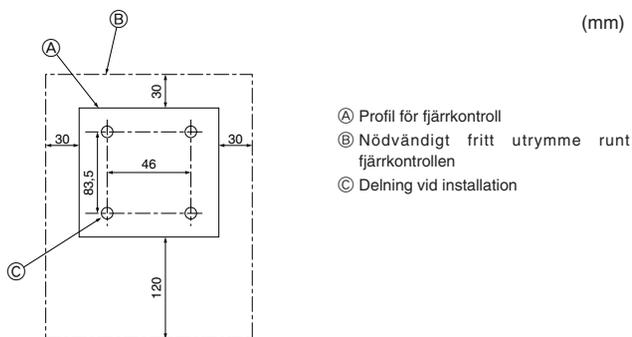

Fig. 6-2
### 6.2. Fjärrkontroll (Fig. 6-2) För ledningsdragen fjärrkontroll
(1) Välj installationsplats för fjärrkontrollen. (Fig. 6-2)